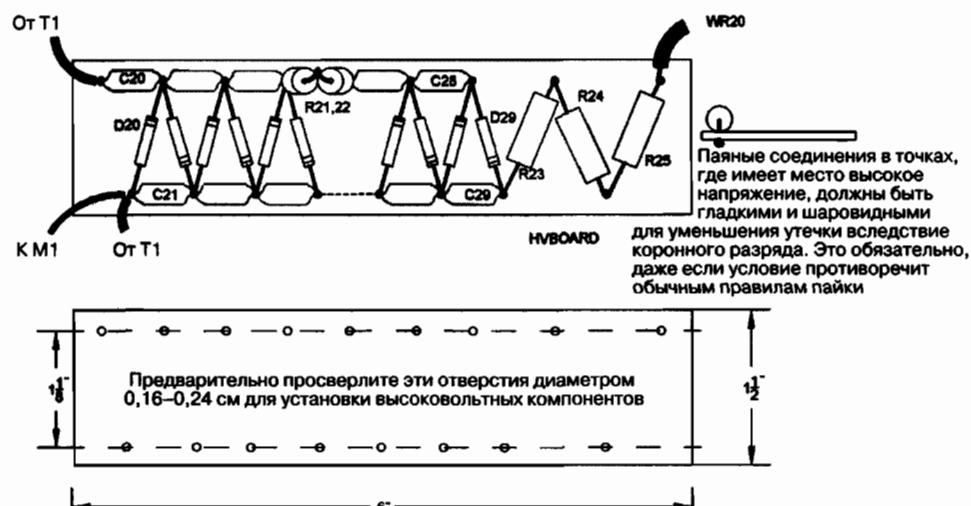

Рис. 8.7. Высоковольтная плата с цепью запуска
4. Соберите плату схемы высоковольтного умножителя, как показано на рис. 8.7. Можете использовать монтажную плату.